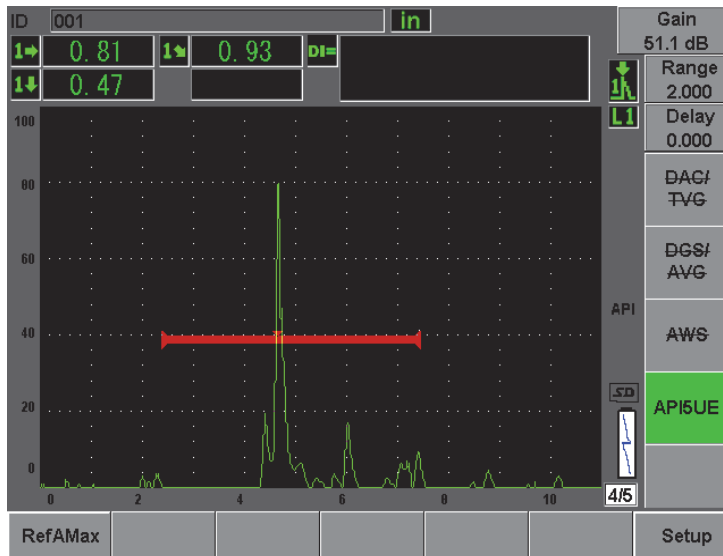

Figura 12-25 Registrazione del punto A_{max}
5. Premere **[P1] RefAMax** (riferimento Amax) per registrare il punto A_{max} ed in seguito premere **[P1]** per confermare (vedi Figura 12-25 alla pagina 271).